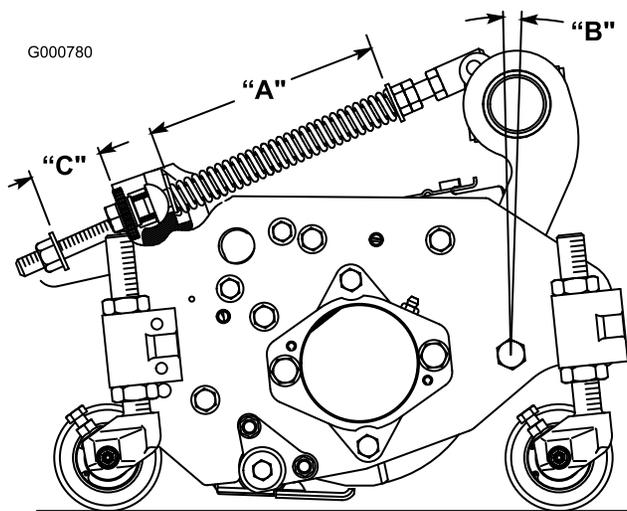

Figura 8
La molla di compensazione del manto erboso (Figura 8) collega il telaio portante all'elemento di taglio e regola l'entità della rotazione avanti e indietro a disposizione, come pure la distanza da terra durante il trasferimento e il cambio di direzione.
1. Serrate il dado di bloccaggio a tergo dell'asta della molla fino ad ottenere una luce di 25 mm tra la parte posteriore della staffa a molla e la parte anteriore della rondella (C) (Figura 8).
2. Serrate i dadi esagonali sul lato anteriore dell'asta della molla, finché la lunghezza compressa (A) della molla non è di 20,3 cm (Figura 8).
Nota: Per il taglio di tappeti erbosi irregolari od ondulati aumentate la lunghezza compressa (A) della molla a 21,6 cm, e la distanza (C) tra la parte posteriore della staffa della molla e la parte anteriore della rondella a 38 mm (Figura 8).